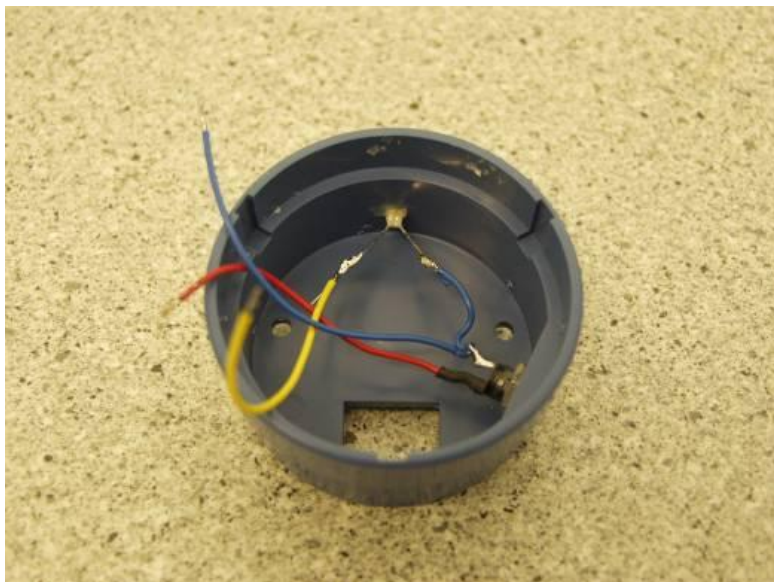

Fig. 17
2) Wiring the yellow light-emitting diode (LED) (s. Fig. 17)